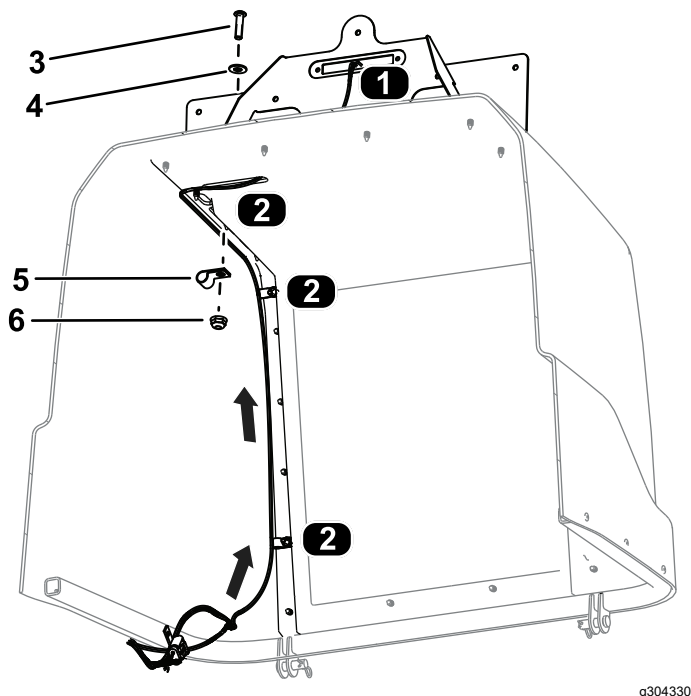

Figura 38
9. Instradate il connettore del cablaggio preassemblato con l'etichetta LICENSE LIGHT (J01, J02) attraverso il cofano e collegatelo alla luce della targa (Figura 38).
10. Fissate il cablaggio preassemblato al cofano utilizzando 3 viti a brugola (1/4" x 1"), 3 rondelle piane, 3 morsetti e 3 dadi flangiati (1/4") come mostrato nella Figura 38.